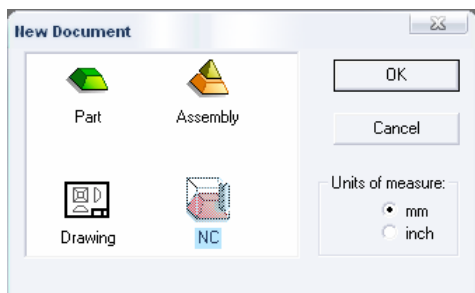

Рисунок 3 - Выбор модуля NC программирования для обработки на станке с ЧПУ
2. Проводим моделирование обработки. Выбираем File > New и в появившемся диалоговом окне из предлагаемых модулей выбираем разработку УП для станка с ЧПУ и измерения в миллиметрах (рисунок 3).